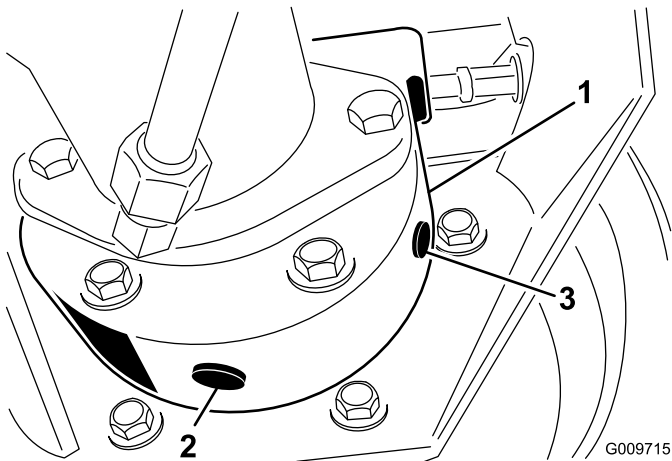

Figura 39
3. Coloque otro recipiente debajo del alojamiento del freno en el otro lado de la rueda (Figura 39).